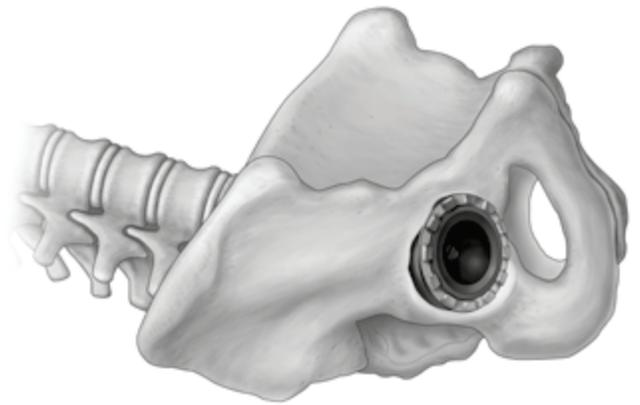

Figura 9
Paso 3. Coloque el inserto de prueba en el cotilo. El inserto de prueba debe permanecer en el lugar hasta que finalicen las reducciones de prueba (*Figura 9*).